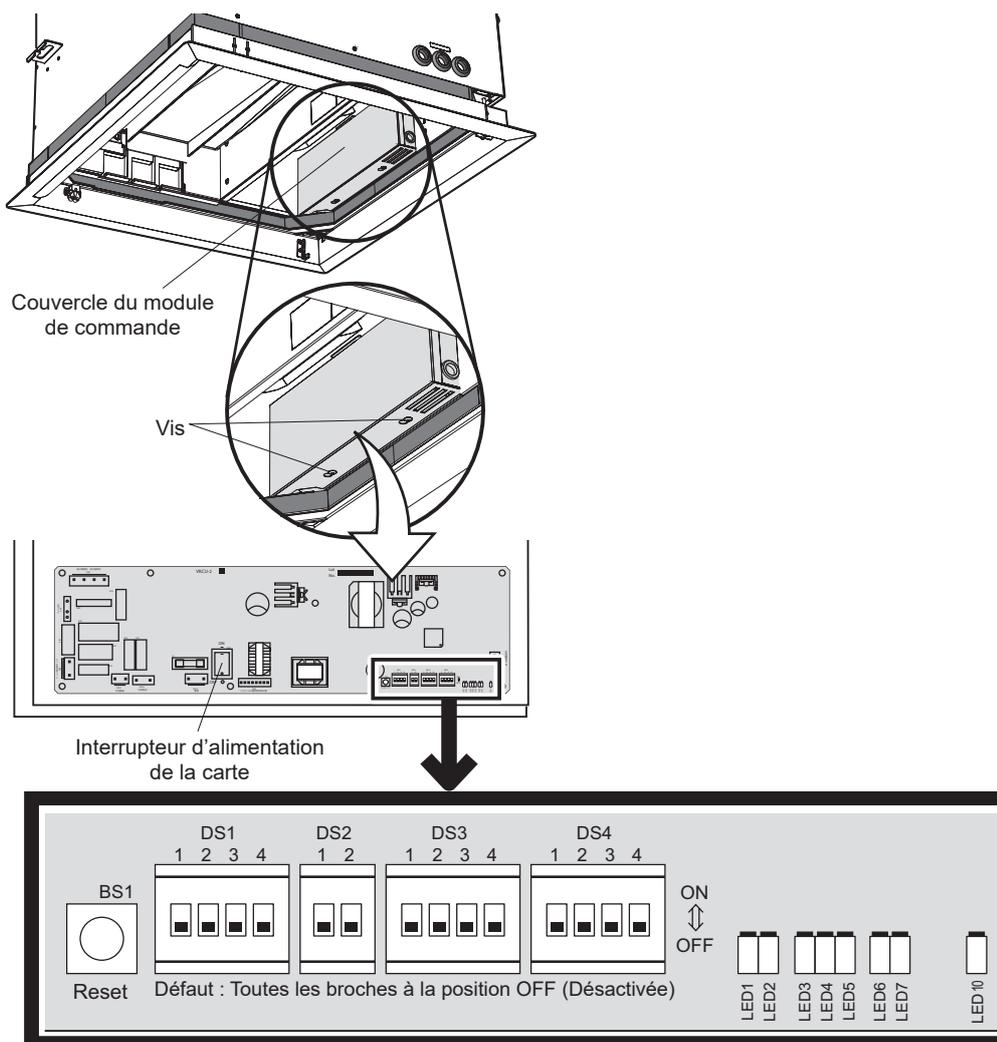

Figure 5 : Emplacement des microcommutateurs (couvercle retiré)
2. Ajustez les réglages du microcommutateur DS1 sur l'humidificateur. Reportez-vous au Tableau 4 à la page 15. Le microcommutateur se trouve sur le module de commande (reportez-vous à la Figure 5 à la page 13).